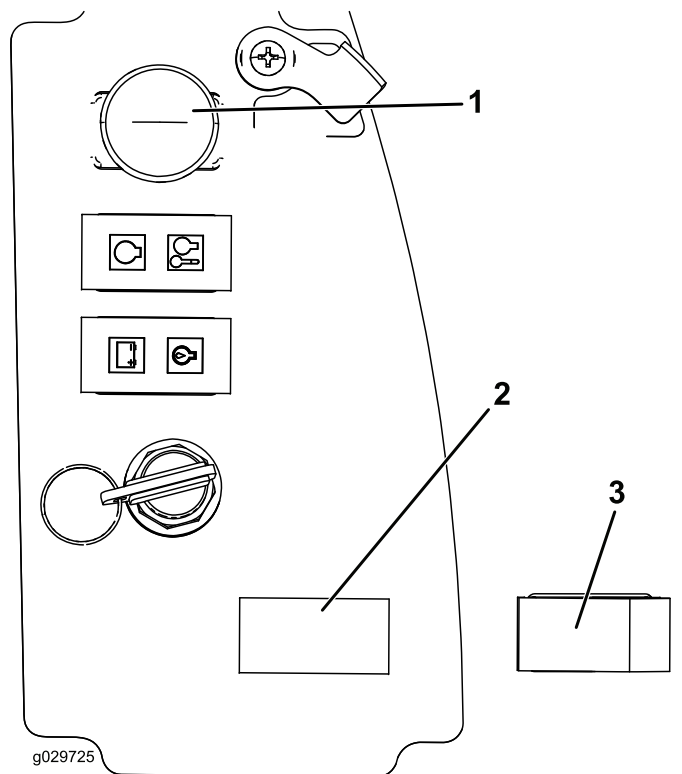

図 10
5. コントロールパネルの打ち抜きプラグを打ち抜いて、出来た穴にスイッチを嵌め込み、コンソールのワイヤハーネスをスイッチに接続する 図 10。